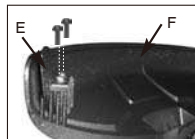

Рисунок 19
- Снимите отрезной нож (A) с кожуха режущей насадки (B) (рис. 19).